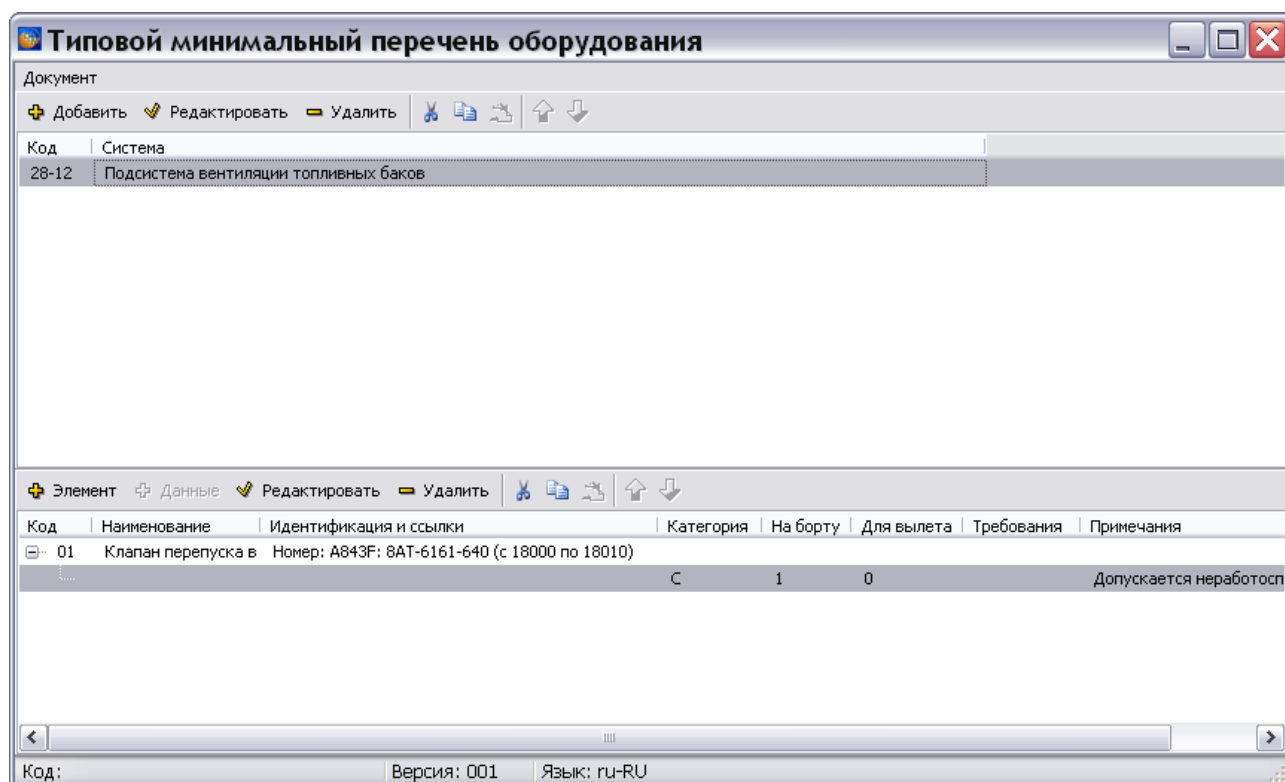

Рис. 12.15
4. Нажмите на кнопку **Применить**. Произойдет возврат в окно редактора, где отобразятся введенные данные об элементе (Рис. 12.15).